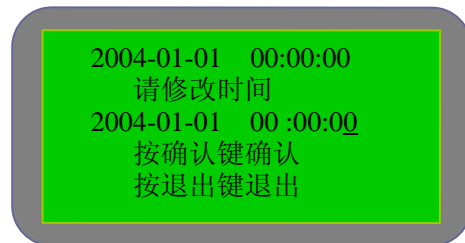

图 5-4-1
- 1) 时钟修改：在“设置”中选择“时钟修改”，进入图 5-4-1 所示界面，用下划线